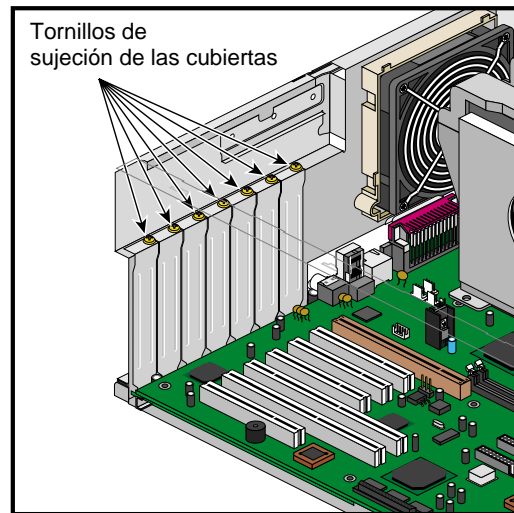

Figura 2-25 Posición del tornillo de sujeción de la cubierta de la ranura de expansión
- Apriete el tornillo de sujeción mostrado en la Figura 2-25.
- Extraiga el tornillo de sujeción mostrado en la Figura 2-25.